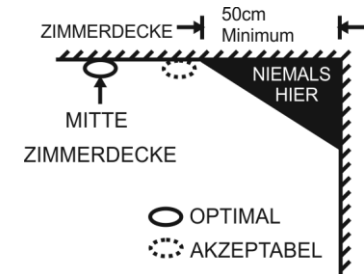
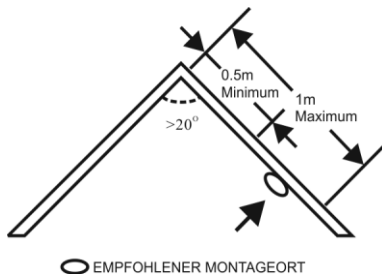

Bild 4: IDEALE UND EMPFOHLENE MONTAGEORTE FÜR CO & RAUCHMELDER
Bild 5: EMPFOHLENE MONTAGEORTE FÜR CO & RAUCHMELDER IN RÄUMEN MIT SCHRÄGEN, SPITZEN, ODER GIEBLIGEN DECKEN
- Installieren Sie die Melder so nah wie möglich an der Zimmerdecke. Wenn das nicht möglich ist, montieren Sie den Melder nicht näher als 50 cm von jeder Mauer, oder Ecke – wie in **Bild 4** gezeigt
- Falls manche Ihrer Zimmer über schräge, oder spitze Decken, bzw. Giebel verfügen: Der Abstand zwischen der Spitze ($> 20^\circ$) und dem Montageort des Rauch/CO Melders muss min. 0.5m bis max. 1.0m, gemessen von der Spitze des Zimmers, wie in **Bild 5** gezeigt, betragen.
- Für Luftaustausch tote Bereiche befinden sich häufig in der Spitze von Giebeln, oder in den Ecken zwischen Zimmerdecke und Wand. Diese Bereiche mit schlechtem Luftaustausch verhindern, dass Rauch und CO den Melder erreichen. In **Bild 4** und **Bild 5** werden empfohlene Abstände zu diesen Bereichen gezeigt.